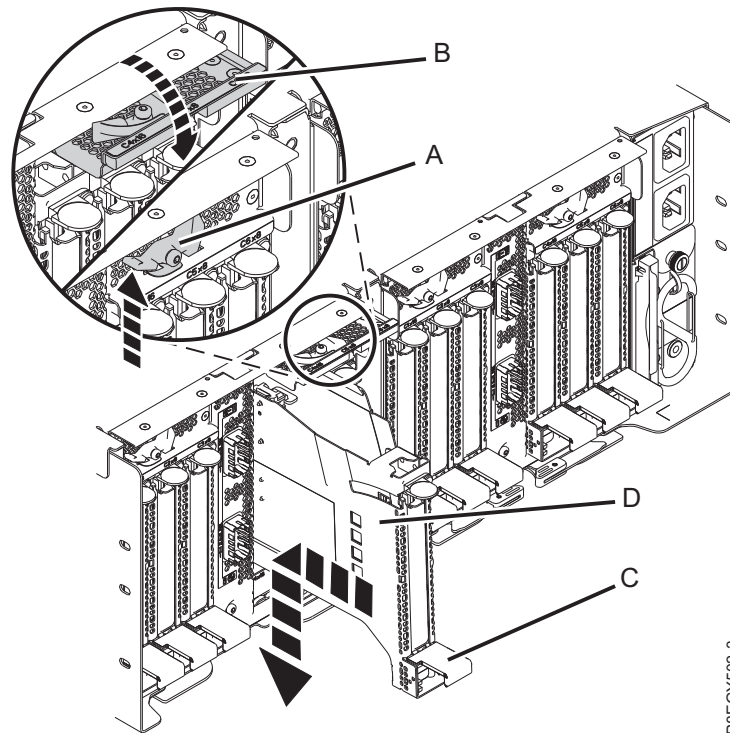

図 90. PCIe3 拡張ドロワー での PCIe アダプター・カセットの取り付け
- b. アダプター・カセット (D) の上端を慎重につかみ、アダプター・カセットをスロットに位置合わせします。 87 ページの図 90を参照してください。
- c. PCIe アダプター カセット (D) をスライドさせて、カセット・スロットに入れます。
- d. PCIe アダプターカセット (D) がスロットに完全に挿入されたら、カセット・ハンドル (C) を下方に押して、アダプター・カセット (D) をそのコネクタにロックします。 87 ページの図 90を参照してください。
- e. 図 90 に示すように、ラッチ・ドア (B) を下方に回転させ、閉じた位置になるまで押します。 ラッチ・レバー (A) が自動的に所定の位置にロックされます。